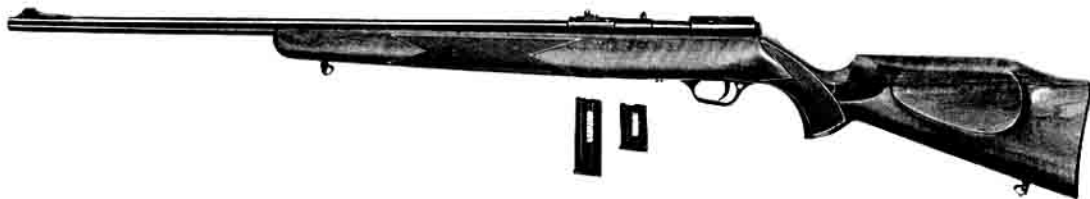

Fig. 7
**CASSA:** E' uguale a quella del modello Olimpia - La maglietta anteriore non è però spostabile, ma bensì fissata nel legno. (Vedere fig. 7).